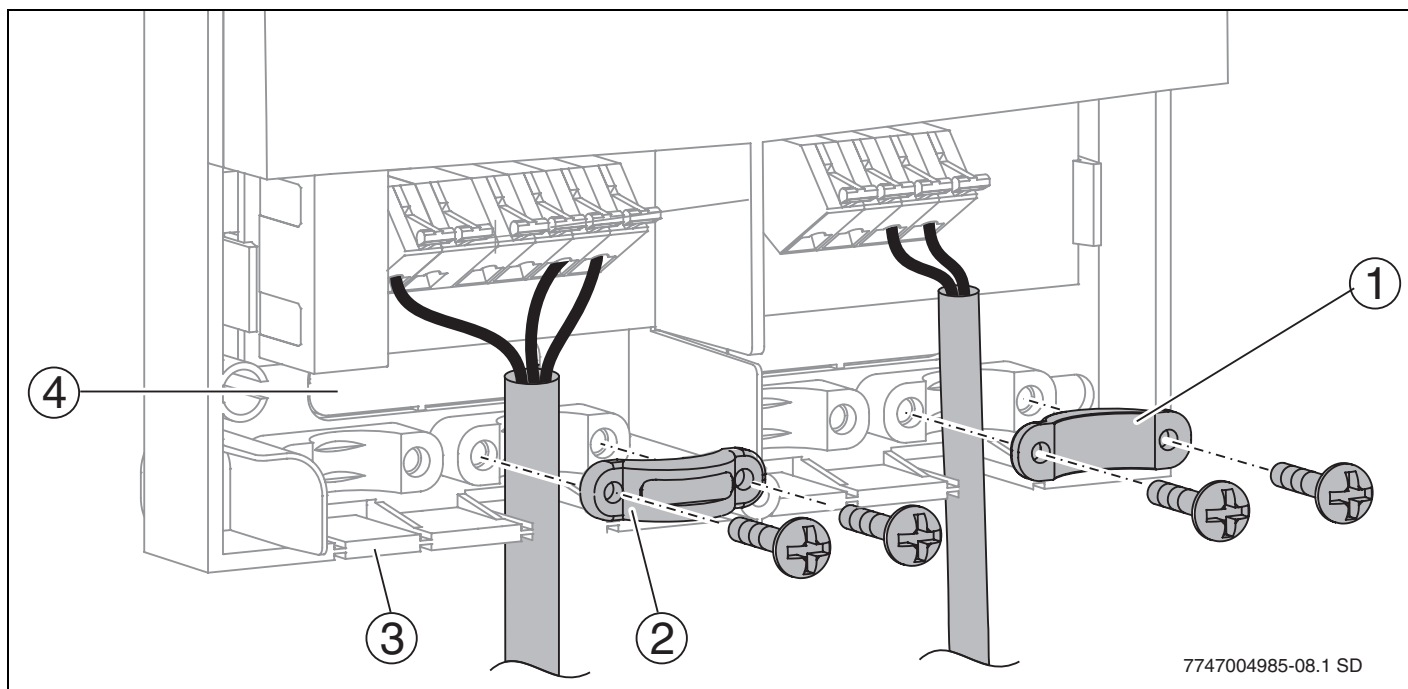

Рис. 11 Прокладка и крепление провода
Провода можно вводить в корпус прибора сзади (→ рис. 11, поз. 4) или снизу (→ рис. 11, поз. 3).
- ▶ Вырежьте кабельный ввод (→ рис. 11) ножом так, чтобы не образовалось острых кромок.
- ▶ Закрепите провод фиксатором (→ рис. 11, поз. 2). Фиксатор можно установить также в перевернутом виде (→ рис. 11, поз.1).